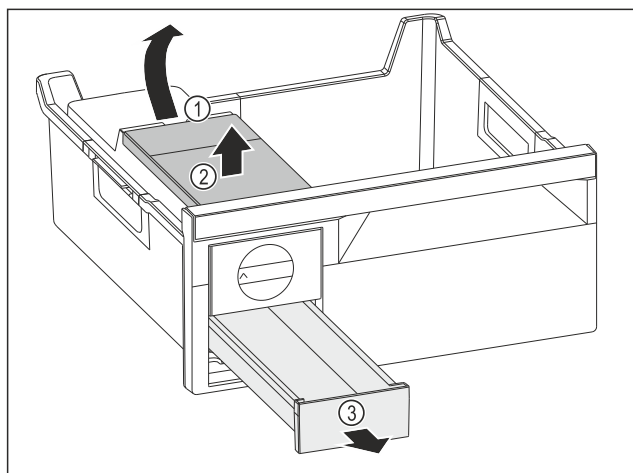

Fig. 90
- ▶ Odstranjevanje rezervoarja za vodo: Dvignite rezervoar za vodo za izrez Fig. 90 (1).
- ▶ Rezervoar za vodo Fig. 90 (2) dvignite in odstranite.
- ▶ Predal za ledene kocke Fig. 90 (3) povlecite naprej in odstranite.